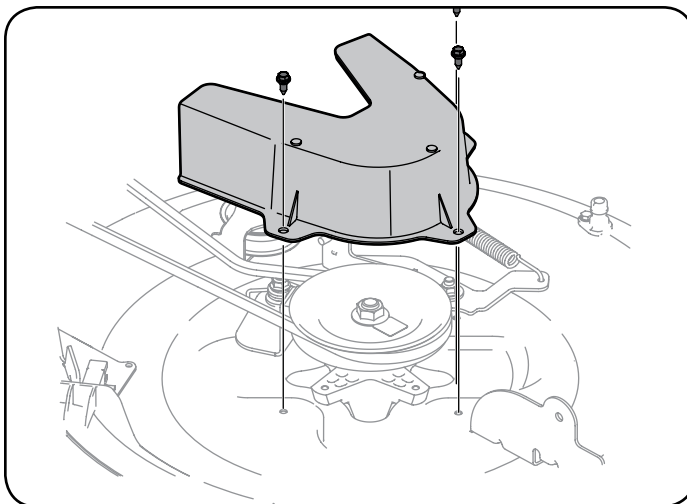

Figura 37
5. Extraiga la cubierta de la correa de la plataforma, para lo cual deberá retirar los tres pernos hexagonales que la sujetan. Vea la Figura 37.